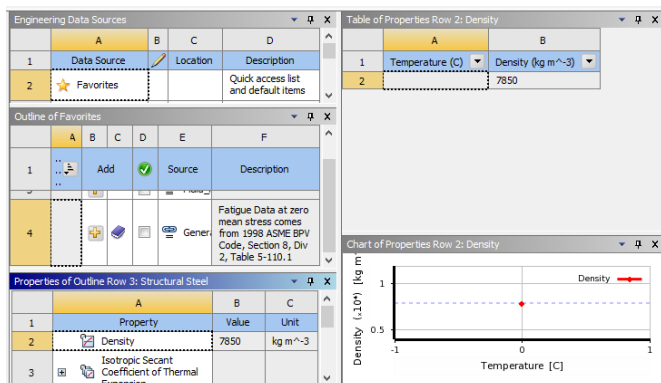

图 8-13 工程数据库界面
2) 在界面的空白处右击, 在弹出的快捷菜单中选择 “Engineering Data Sources”, 此时原界面窗口中的 Outline of Schematic A2:Engineering Data 消失, Engineering Data Sources 及 Outline of Favorites 窗口出现, 如图 8-13 所示。